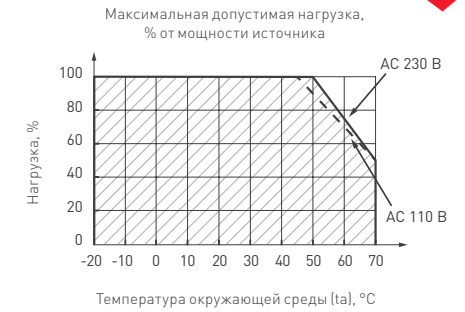

Рис. 3. Нагрузочная способность источника питания в зависимости от температуры
- 4.3. Не нагружайте источник питания более чем на 80% от его максимальной мощности. Учитывайте, что с повышением температуры окружающей среды максимальная мощность источника питания снижается (см. график зависимости на рис. 3).